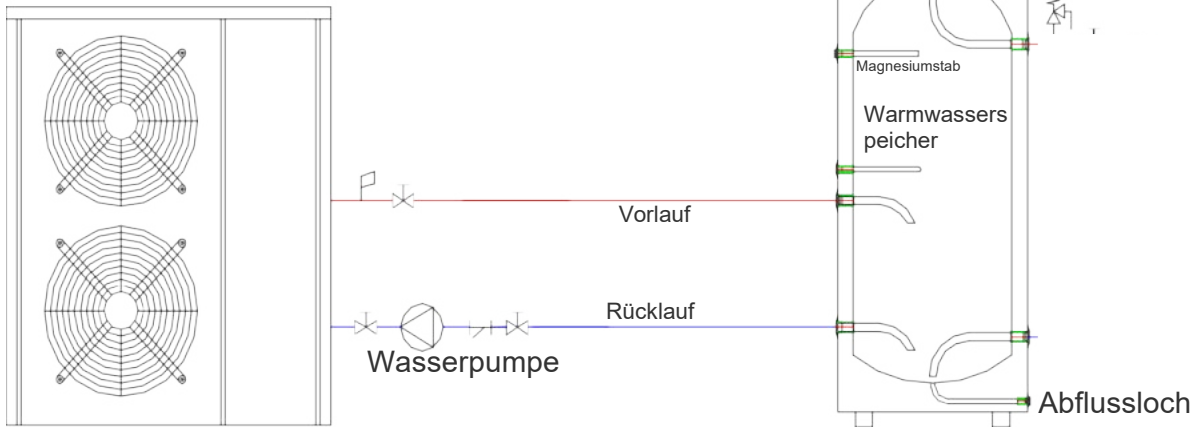

Abbildung 7
- 1) System-Installationsplan siehe Abbildung 7.